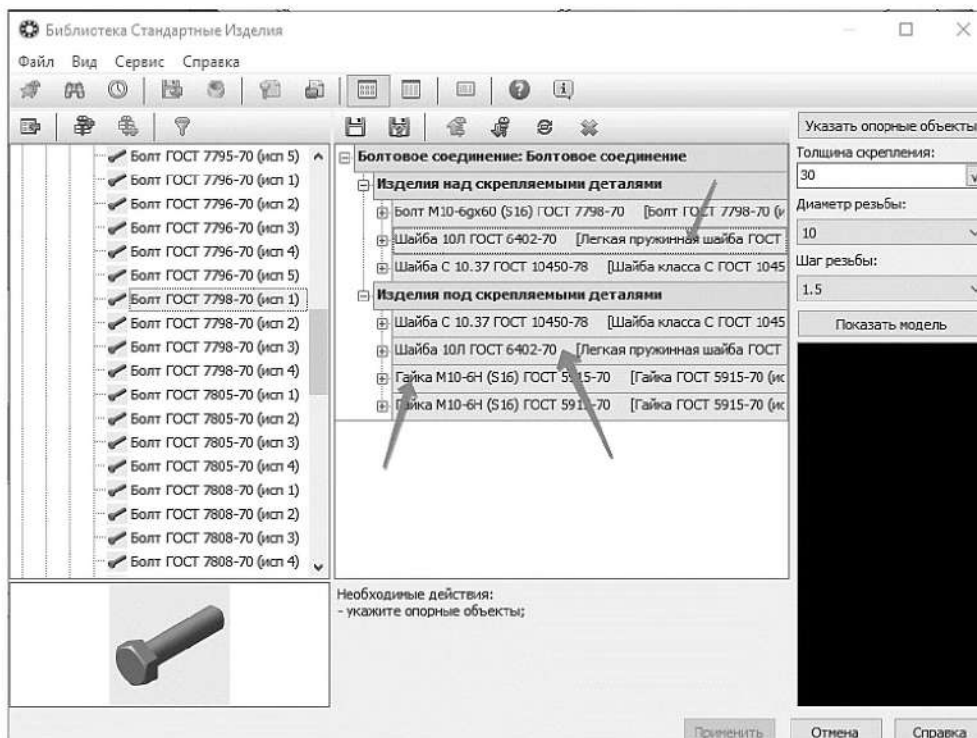

Рисунок 3.112. Выбор набора компонентов
10.3.7 В Дереве состава соединения, на «ветви» Изделия над скрепляемыми деталями, сделайте текущей строку Легкая пружинная шайба ГОСТ 6402-70 (исп. 1) и нажмите кнопку Удалить на панели инструментов – указанный элемент будет удален из состава соединения. Таким же образом удалите остальные элементы, помеченные на рисунок 3.112 стрелками.